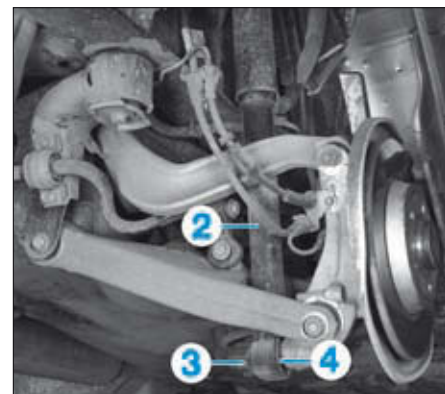

FIG. 29
- la vis inférieure de fixation (3) de l'amortisseur (2) sur le porte-moyeu et récupérer la rondelle (4) (Fig.29),